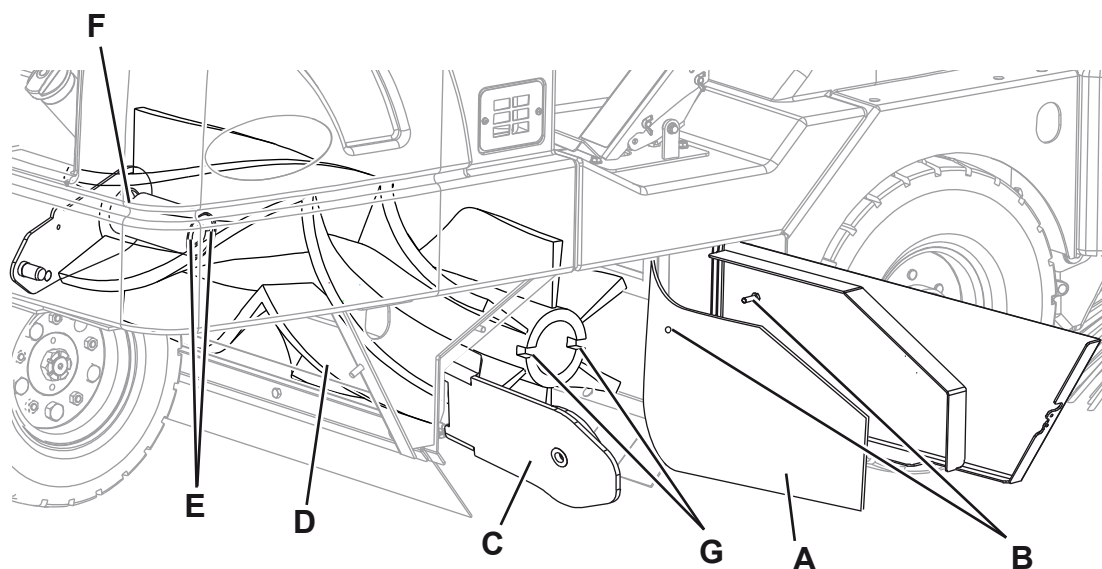

Figure 2
3. Tourner la clé de contact (65) et démarrer la machine.
4. Baisser le balai central au moyen du levier (53).
5. Tourner la clé de contact (65) sur « 0 » pour arrêter la machine.
6. Ouvrir le panneau droit (18).
7. Déplacer le volet latéral droit (A, Fig. 2) et le fixer à la goupille (B).
8. Ouvrir le groupe levier de renvoi (C) du groupe balai central (D).